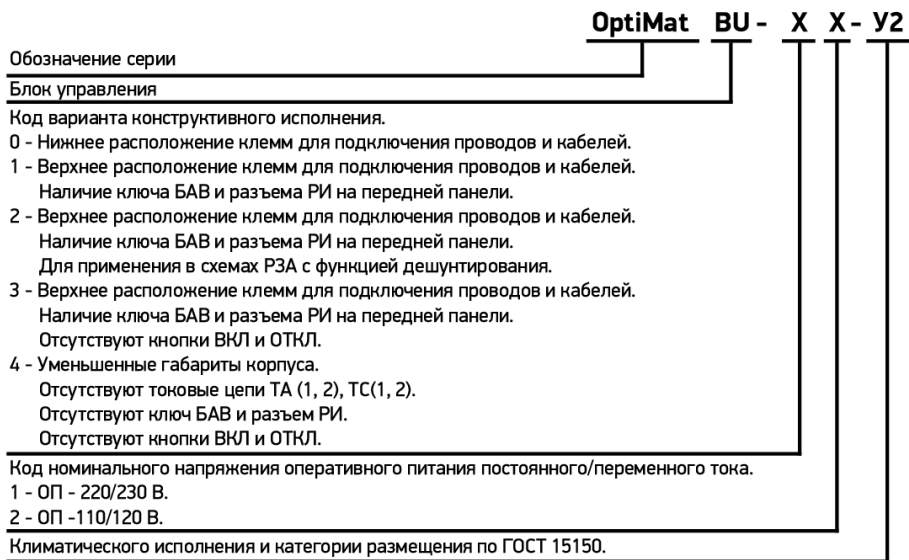

Рисунок 1 – Структура условного обозначения БУ
2.10 БУ, в зависимости от исполнения (рисунок 1), оснащены ключом БАВ, который снимает блокировку включения ВВ при отсутствии ОП.